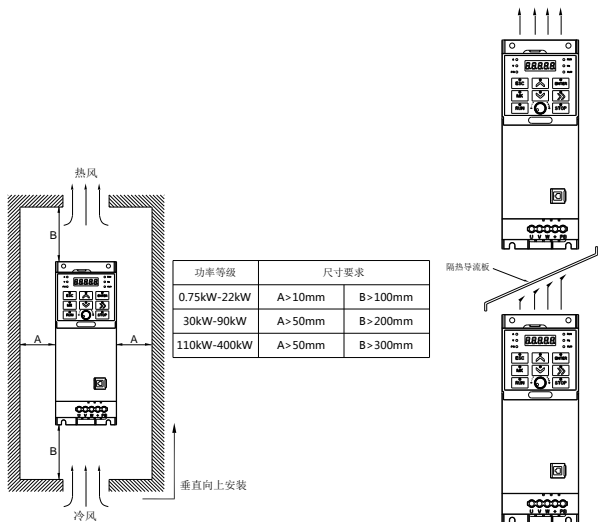

图 2-1 变频器安装示意图
- 1) 请垂直安装变频器，便于热量向上散发,但不能倒置。若柜内有较多变频器时，最好是并排安装。在需要上下安装の場合，请参考图 2-1 安装隔热导流板。
- 2) 安装空间遵照图 2-1 所示，保证变频器的散热空间。但布置时请考虑柜内其它器件的散热情况。